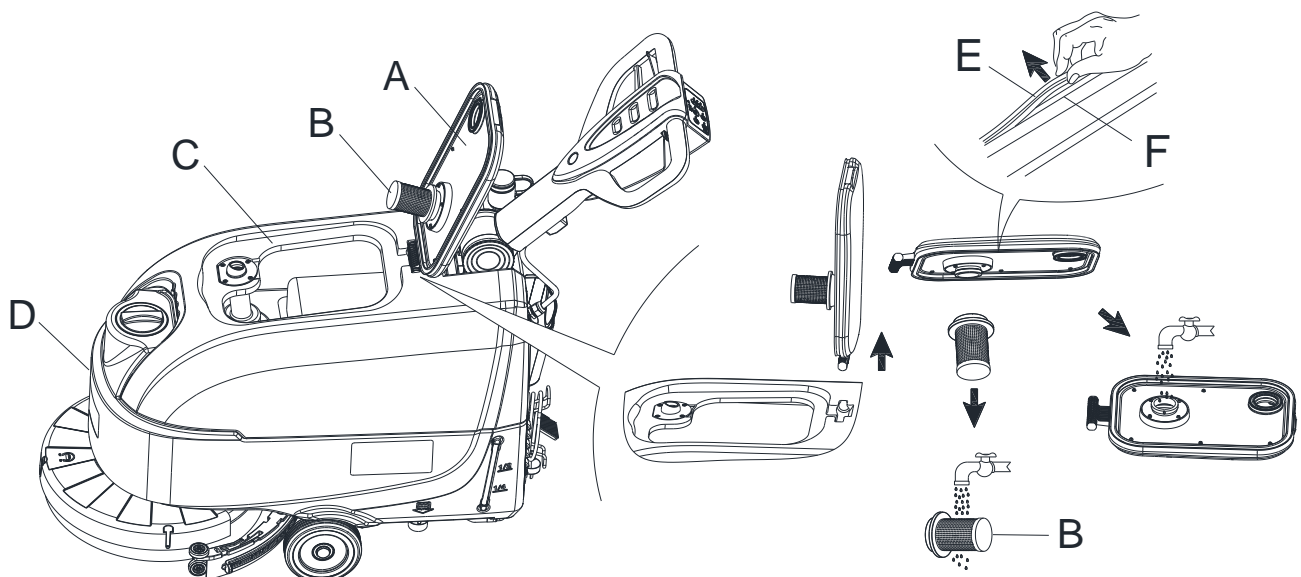

Abb. 6
31. Stellen Sie sicher, dass die Kontaktfläche der Dichtleiste (E) unversehrt ist und die Dichtung ausreichend ist. Nehmen Sie die Dichtleiste ggf. aus der Tankrille (F) und tauschen Sie sie aus. Bringen Sie entsprechend Abbildung 6 die neue Dichtleiste an. Das Gelenk muss sich wieder im mittleren Bereich befinden.
32. Schließen Sie den Schmutzwassertankdeckel (A).